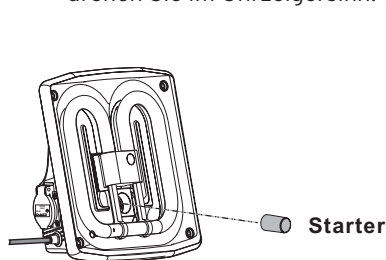

Abb. 19
5.2.3 Installieren Sie den neuen Starter: Drücken Sie den Starter in die Starterfassung und drehen Sie im Uhrzeigersinn. (Abb. 19 und 20).